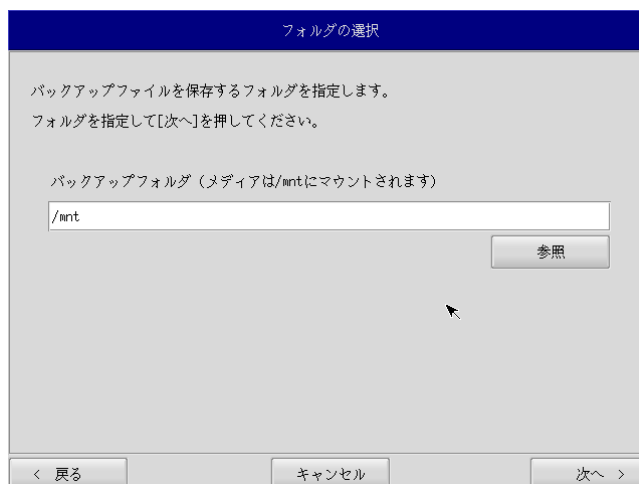

図 5-4-2. フォルダ選択画面
- ⑥ フォルダ選択画面（図 5-4-2）が表示されます。[参照]ボタンを押します。
- ⑧ フォルダ選択画面（図 5-4-2）で指定したバックアップフォルダが入力されていることを確認します。[次へ] ボタンを押します。